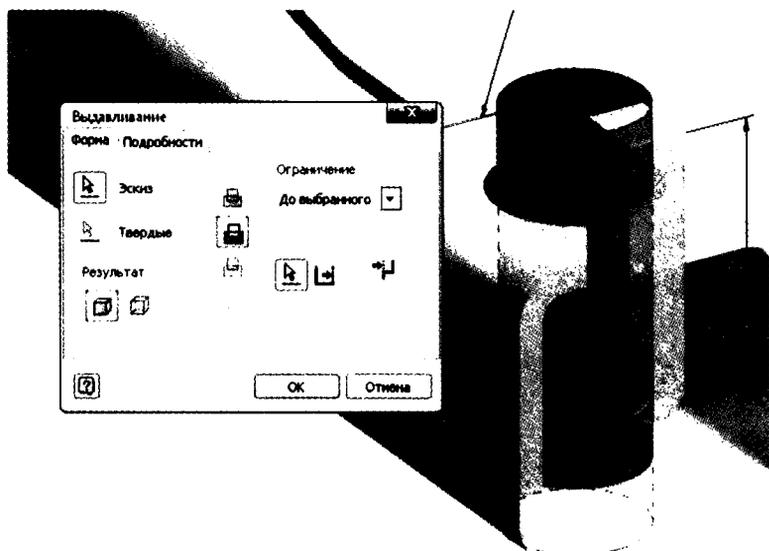

Рис. 12.11. Предпросмотр элемента обработки
5. Щелкните внешнюю плоскость красной детали для указания ограничения. Появится предпросмотр, как на рис. 12.11.